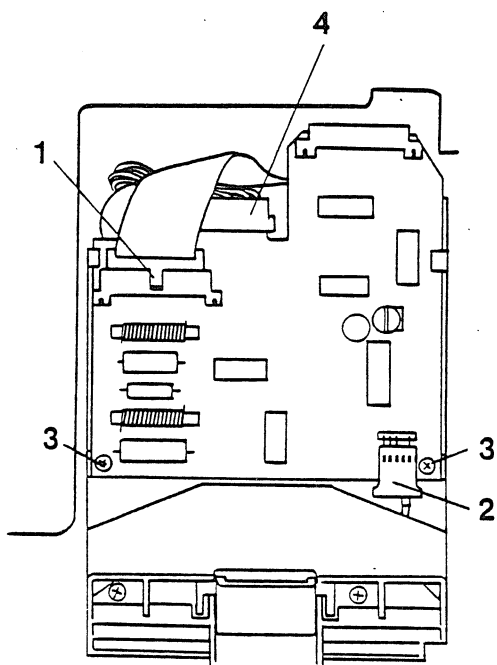

FIGURE 5
4. Déconnecter le câble ruban du lecteur. S'il ne se détache pas facilement, le retirer en poussant la languette centrale ou les côtés de la prise à l'aide d'un petit tournevis. NE PAS LE RETIRER EN TIRANT LE CABLE ! (Voir la figure 5, No 1).
5. Déconnecter le câble de la tête de lecture/écriture. (Voir la figure 5, No 2).
REMARQUE : Ne pas encore tenter de retirer le câble de commande du moteur. (Voir la figure 5, No 4).
6. Retirer les deux petites vis de montage à tête cruciforme qui fixent la plaquette analogique à l'avant de la mécanique. (Voir la figure 5, No 3).
8. Retirer la prise de commande du moteur (Figure 5, No 4) en dégageant les quatre cliquets de verrouillage en nylon qui sont engagés dans les deux trous de la plaquette en haut et en bas. Libérer les cliquets en les soulevant et déconnecter le câble de commande du moteur.